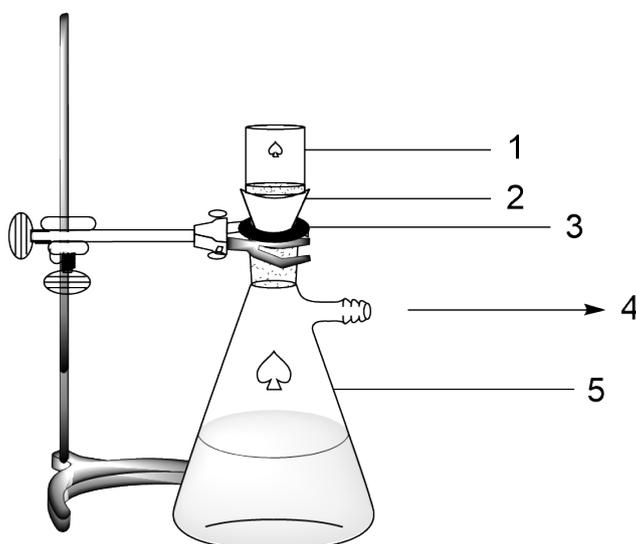

Figure 4 : 1 = filtre en verre fritté, 2 = joint conique en caoutchouc, 3 = manchon de protection en caoutchouc, 4 = vers le vide, 5 = fiole à vide
- Installer** un système de filtration sous vide : **fixer** la fiole à vide au support et **s'assurer** que le joint conique repose sur le manchon de protection en caoutchouc (Figure 4).